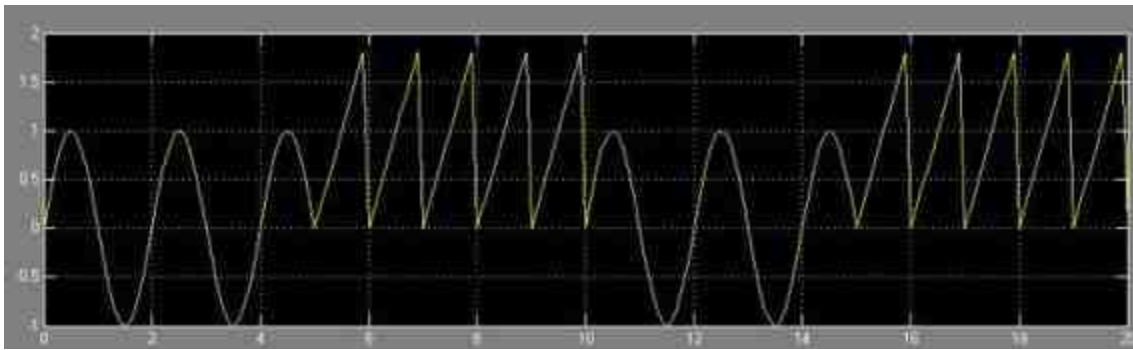

图20.44 交替执行系统的图形
**例20.8** 使用Simulink来创建交替执行系统，在不同时段显示两种不同的信号图形，最后完成的综合信号图形如图20.44所示。
在图20.44所示的图形中，在0~5s的时间段内显示的是正弦函数图形，在5~10s的时间段内显示的则是周期折线图形，在下一个10s内，将重新显示这样的图形。下面将分步骤详细介绍该图形的创建过程。